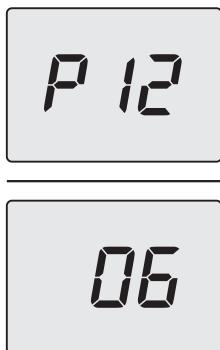

Figura 5.72
- Scorrere i vari parametri utilizzando i tasti 12 (indietro) o 14 (avanti) fino a far apparire sul display LCD le lettere **P12** che si alternano con il valore del parametro (Figura 5.72).